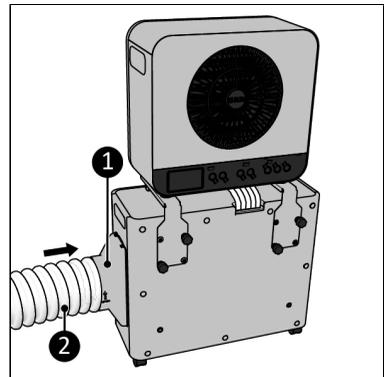

Abbildung 58.
9. Schließen Sie den Adapter (Abbildung 58, Pos. 1) an die Seite des Außengeräts (Abbildung 58, Pos. 1) an.
10. Dehnen Sie den Wärmeabluftschlauch (Abbildung 58, Pos. 2) an einem Ende leicht und schrauben Sie ihn (gegen den Uhrzeigersinn) auf den Adapter.
3. Der Adapter (Abbildung 58, Pos. 1) und der Wärmeabflauschlauch (Abbildung 58, Pos. 2) müssen seitlich am Außengerät angeschlossen werden.